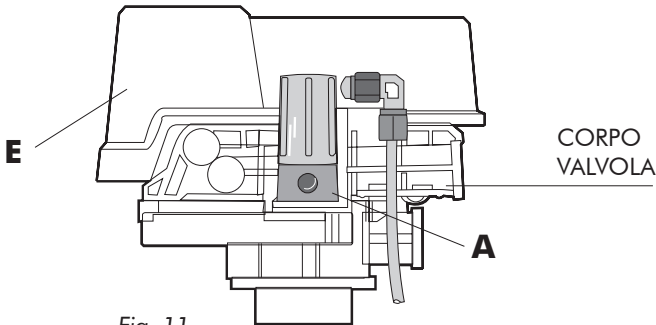
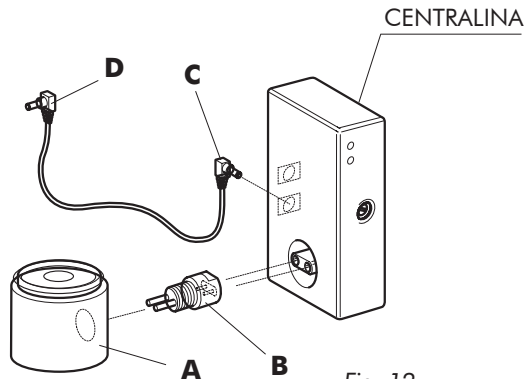

Fig. 11
Fig. 12
- Inserire fra corpo valvola e bicchierino il particolare A e fissare con le viti in dotazione l'adattatore (vedi Fig. 11 pos. A).
- Dopo avere montato l'adattatore porta elettrodi, avvitare gli elettrodi utilizzando teflon come guarnizione sul filetto (vedi fig.12 pos.B).
- Posizionare la centralina sugli spinotti porta elettrodi (vedi fig.12 pos.B). Collegare il cavetto alla centralina (vedi fig.12 pos.C) e l'altro capo al timer della valvola (vedi Fig.11 pos. E) con lo spinotto (D).